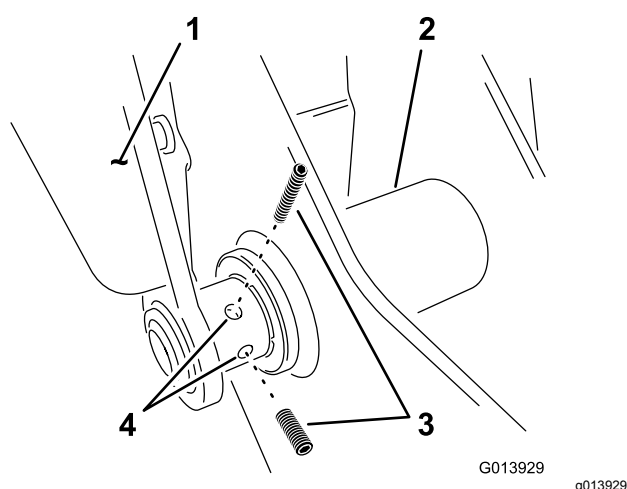

Figure 17
- Placez 2 vis de maintien sur le bras gauche au point d'articulation inférieur (Figure 17).
6. Serrez les 2 vis de maintien sur le bras pivotant gauche ; voir la Figure 17 sous Montages des bras de berceau sur le cadre porteur \(page 10\).